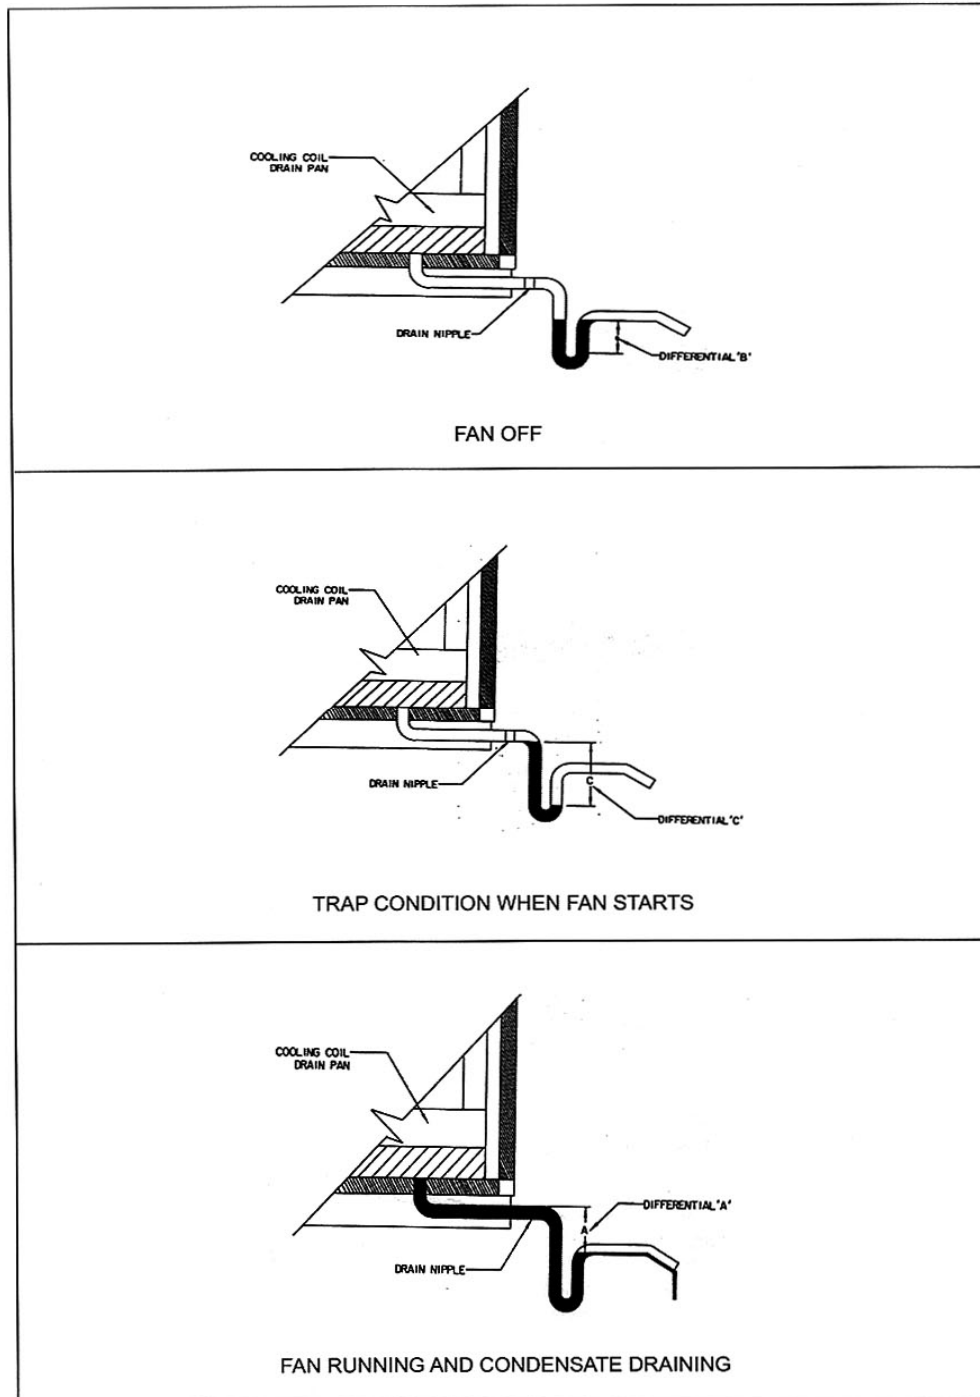
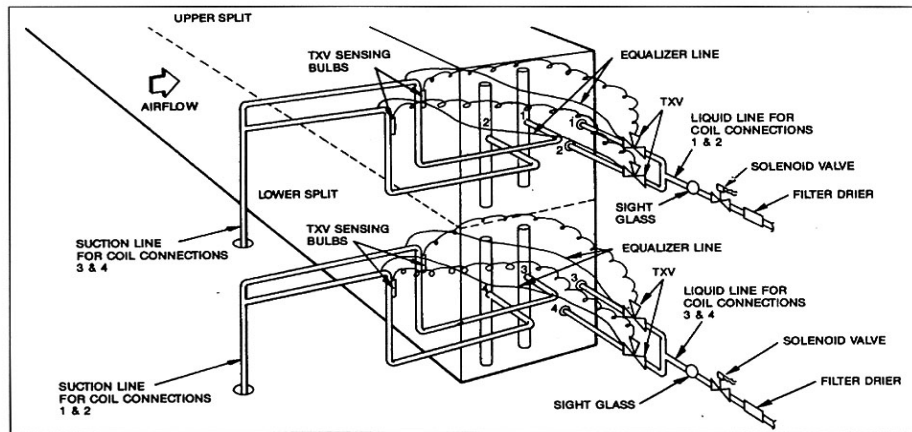
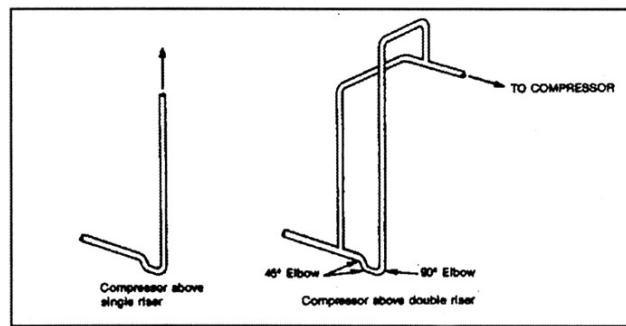

Fig.6
Fig.13 Double-Circuited Face Split Coil Manifolding (Typical)
Fig.14 Suction Line Riser Piping
1. ติดตั้งท่อดักน้ำกลั่นตัวที่ท่อถาดน้ำออกของเครื่องเพื่อป้องกันการดูดน้ำกลับเข้าเครื่องโดยใช้ท่อมาตรฐานขนาด 40 มม. แสดงใน Fig 6
3. จาก Fig 6 ระยะของค่า “ A ” ต้องมีค่าเท่ากับหรือ มากกว่า Negative static pressure ระยะของค่า “ B ”
การต่อท่อ Suction แบบคอยล์ Face Split ใน Fig 13 และ Fig 14 ต่อท่อ Suction แบบคอยล์ Row Split ขนาดท่อจากคอยล์ถึงท่อรวมจะต้องมีขนาดเท่ากันตลอด จากเอกสารคู่มือแคเรียร์ แนะนำไว้ว่าความดันสูญเสียภายในท่อประมาณ 2.5 ousaฟารนไฮต์ จาก Fig 6 เป็นการต่อท่อไปยังคอมเพรสเซอร์